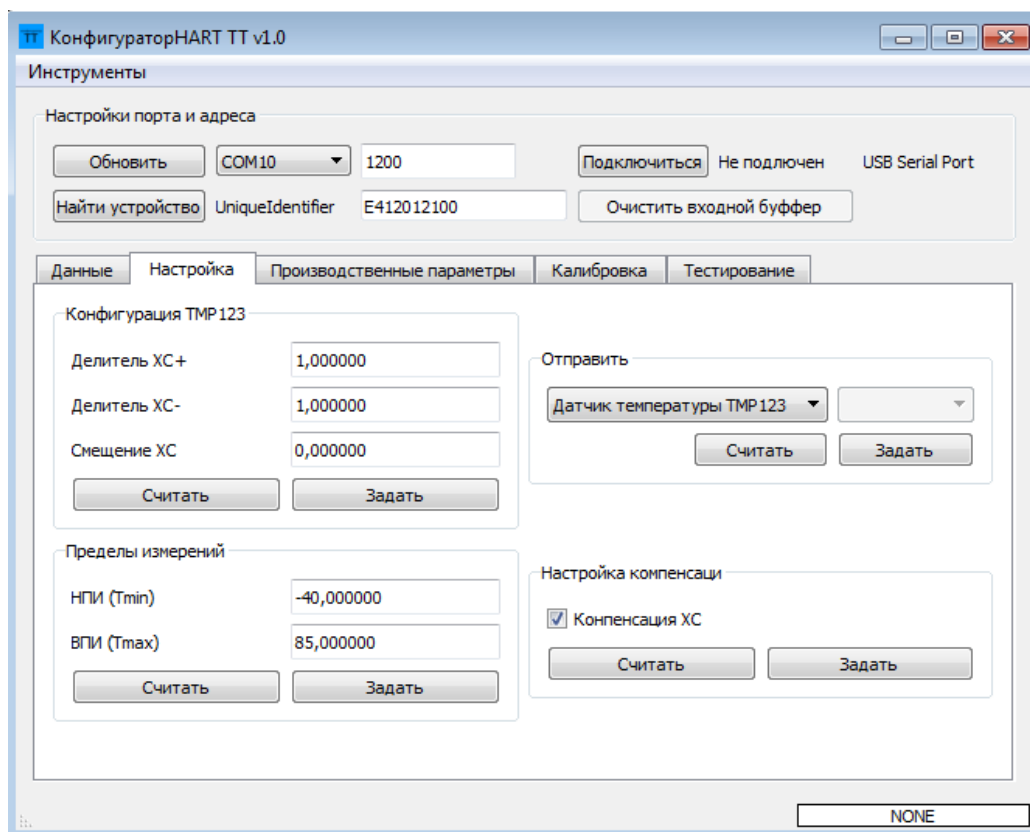

Рисунок 5 – Экранная форма ПО «КонфигураторHART ТТ»
2.3.6 В случае необходимости изменения типа чувствительного элемента, НСХ, изменения диапазонов измерения преобразователь может быть перенастроен с помощью ПО «КонфигураторHART ТТ» (рисунок 5). Актуальную версию ПО можно скачать с сайта производителя.